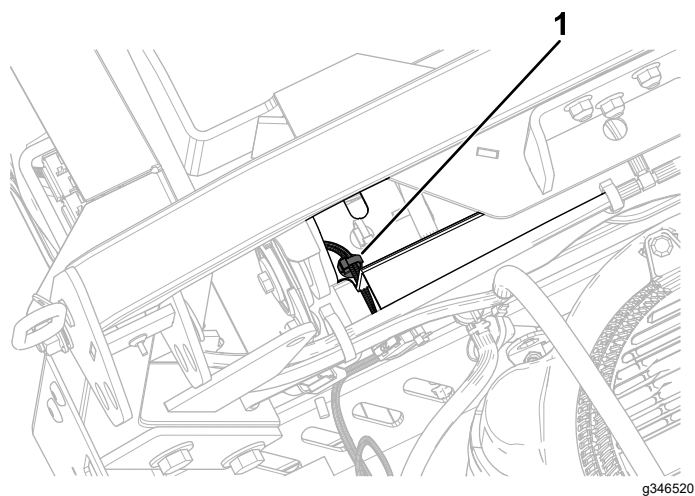

Figura 13
3. Montate il secondo dispositivo di fissaggio a pressione nella staffa posteriore del serbatoio del carburante (Figura 13).